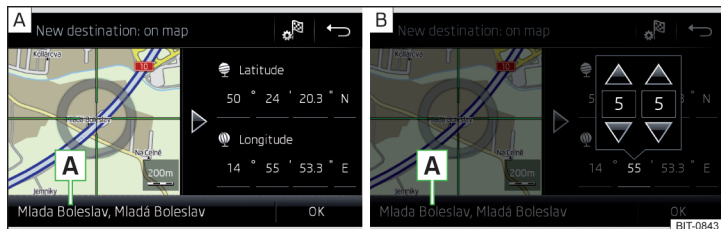

Fig. 187 Introducir destino: a través del punto del mapa / con ayuda de las coordenadas GPS
- Por el toque de la pantalla desplazar el destino deseado en la cruz reticular » fig. 187 - **A**.
- Pulsar y ajustar los valores de las coordenadas del GPS uno detrás del otro » fig. 187 - **B**.
Si están disponibles informaciones sobre el punto introducido en los datos de navegación del Infotainment, entonces serán visualizadas en vez de las coordenadas GPS (p.ej. dirección **A** » fig. 187).